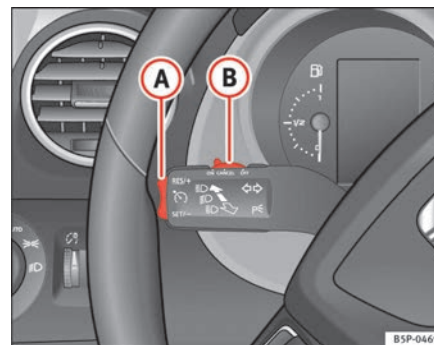

Fig. 129 Palanca de intermitentes y de luz de carretera: conmutador y tecla basculante para el regulador de velocidad
- Mueva el mando ➡ fig. 129 **B** hacia la izquierda hasta la posición **ON**.